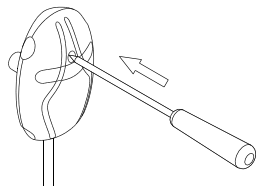

Figura 8. Cómo reiniciar el seguro de recalentamiento
- El sensor de temperatura está equipado con un seguro de recalentamiento que garantiza la seguridad del calentador y de la sauna. Si la temperatura en el entorno del sensor sube demasiado, el seguro de recalentamiento corta la alimentación del calentador. Se muestra el reinicio del seguro de recalentamiento en la > *Figura 8. Cómo reiniciar el seguro de recalentamiento*